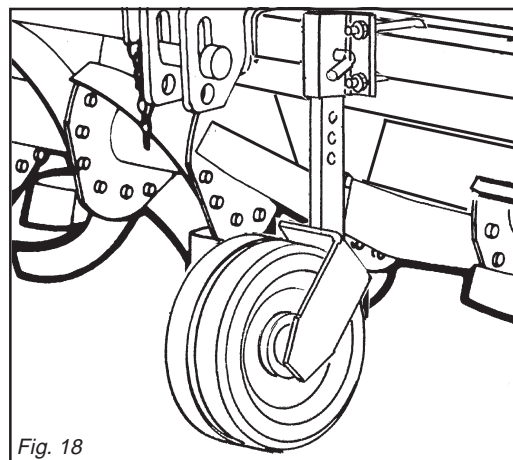

Fig. 18
**Zappatrici con ruote anteriori:** la regolazione si può effettuare anche con due ruote poste anteriormente alla zappatrice (Fig. 18).
**Rotary cultivators with front wheels:** depth regulations can also be done with the two front wheels (Fig. 18).
**Hackfräsen mit vorderen Laufrädern:** Die Einstellung kann auch mit zwei Rädern erhalten werden, die vor der Hackfräse angeordnet sind (Abb. 18). Diese Räder werden in der Regel auf der Spurweite der Schlepperräder angeordnet, damit sie keine eigene Furche entstehen lassen. Die Einstellung wird durch eine Reihe von Bohrungen möglich, die im beweglichen Teil des senkrechten Trägers vorhanden sind.
**Houes avec roues avant:** le réglage est aussi possible avec les deux roues placées à l'avant de la houe (Fig. 18).
**Binadoras con ruedas delanteras:** la regulación puede efectuarse también con dos ruedas situadas en la parte anterior de la binadora (Fig. 18).